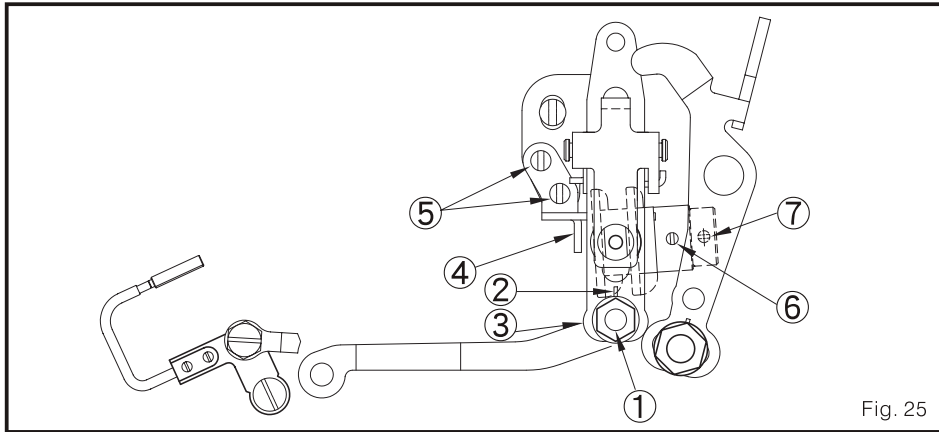

Fig. 25
- (1) quando planejar isto de ser cosido que pára, ajuste a gorjeta do conector de barra da faca móvel de partiu para corrigir
- (2) solta a noz 1 fixa da gorjeta do conector da faca móvel.
- (3) ajusta a gorjeta do conector de barra para engrenar, e afio a fio que marca do apoio do rebordeador com a borda externa da faca móvel. (Fig. 25)
- (4) assegura a noz fixa da gorjeta do conector de barra da faca móvel fortemente.
- (5) se orienta a gorjeta do conector de barra ao direito para aumentar o valor posterior. Por outro lado, se orientar isto à esquerda diminuirão o valor.
3. Se contudo não pode adquirir a mudança de posição só a gorjeta do barra conector (Fig.25)